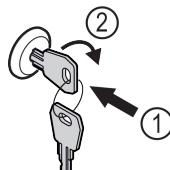

Fig. 181
- Вставьте ключ. Fig. 181 (1)
- Поверните ключ на 90° по часовой стрелке. Fig. 181 (2)